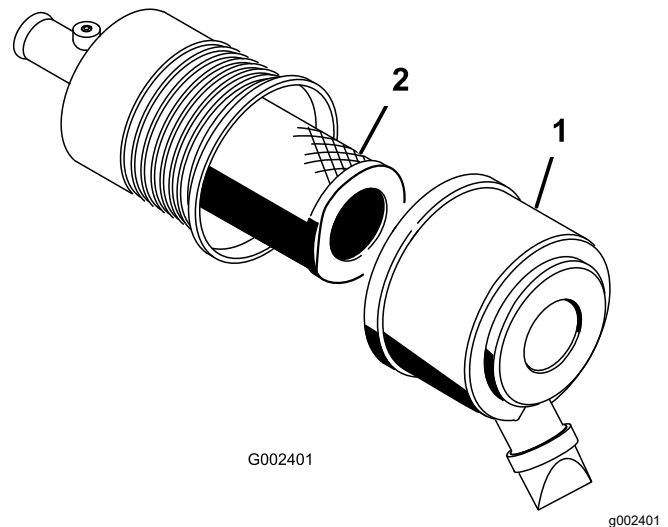

Figura 38
1. Abra los cierres del limpiador de aire y tire de la tapa de la entrada de aire para separarla del cuerpo del limpiador de aire (Figura 38).
3. Extraiga con cuidado el filtro del cuerpo del limpiador de aire (Figura 38).
5. Introduzca el filtro con cuidado sobre el tubo de la carcasa (Figura 38).
6. Instale la tapa del limpiador de aire con el lado hacia arriba, y fije los cierres (Figura 38).